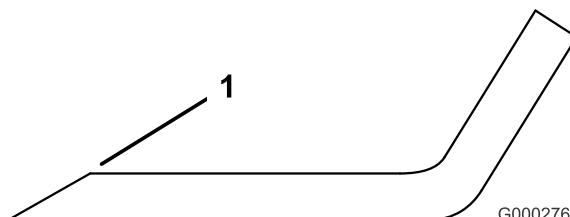

Figure 102
3. Examinez les tranchants de toutes les lames et aiguissez-les s'ils sont émoussés ou ébréchés. N'aiguisez que le haut du tranchant et conservez l'angle de coupe d'origine pour obtenir une coupe nette (Figure 102). Limez la même quantité de métal sur chacun des deux tranchants pour ne pas déséquilibrer la lame.